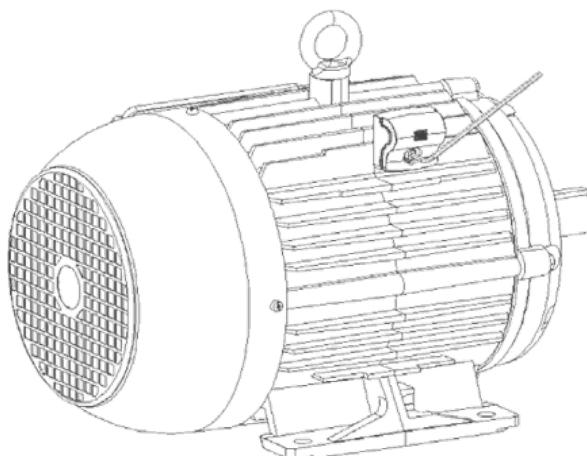

Figura 3.2: Detalhe do parafusamento do sensor na bucha recartilhada
4. Usando uma chave Allen de 3 mm, apafuse o sensor na bucha recartilhada e verifique o seu aperto. O torque máximo de aperto é de 2,8 Nm. Conforme a Figura 3.2 na página 37.
4. Usando uma chave Allen de 3 mm, apafuse o sensor no furo roscado e verifique o seu aperto. O torque máximo de aperto é de 2,8 Nm. (ver Figura 3.2 na página 37).
4. Usando uma chave Allen de 3 mm, apafuse o sensor na bucha recartilhada e verifique o seu aperto. O torque máximo de aperto é de 2,8 Nm. (ver Figura 3.2 na página 37).